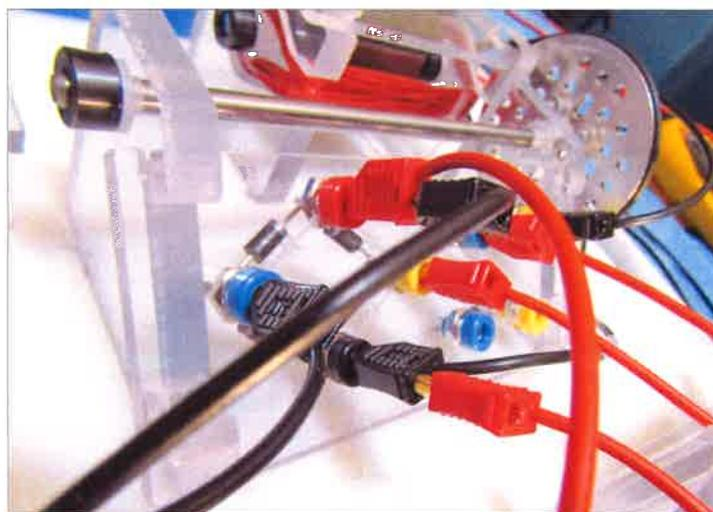

Figure 28 Quatre diodes du module E utilisées comme pont redresseur à double alternance
Le courant du groupe de diodes à double alternance (Figure 28) circule d'abord dans un sens, puis dans l'autre, de sorte qu'il est qualifié d'alternatif. Tant que le rotor tourne, le courant inverse son débit à chaque demi-tour. Les systèmes automobiles nécessitent du courant continu (CC) pour fonctionner. Le courant alternatif ou CA doit être redressé pour diriger le courant visant à recharger la batterie et à alimenter les systèmes du véhicule. Cela s'effectue grâce à des diodes. Des diodes supplémentaires sont nécessaires dans le circuit pour compléter le redressement à double alternance (Figure 28).